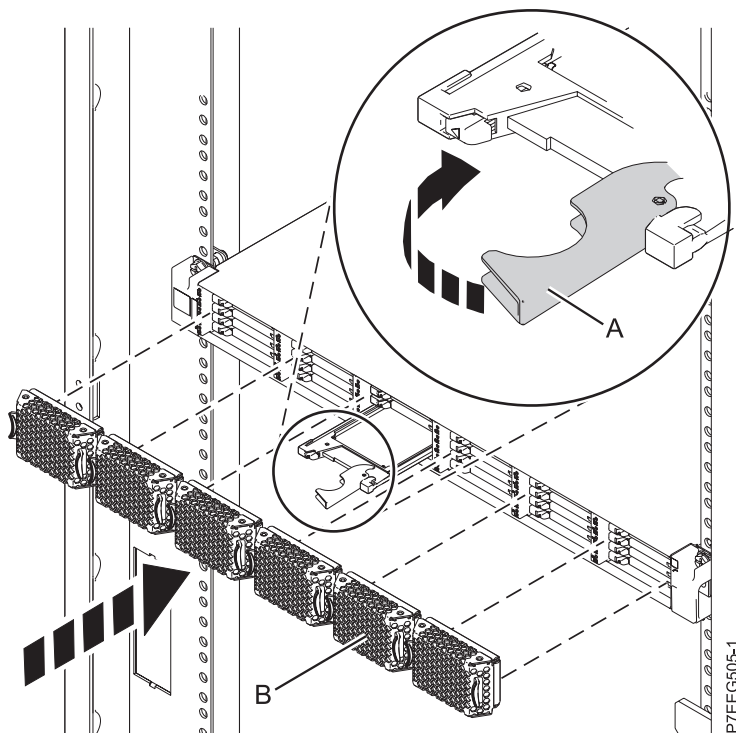

Figura 13. Instal·lació d'una unitat d'estat sòlid a Allotjament d'emmagatzematge EDR1 PCIe
1. Amb la nansa en posició desbloquejada, alineu la unitat d'estat sòlid amb les guies de l'allotjament. Consulteu Figura 13 a la pàgina 22.